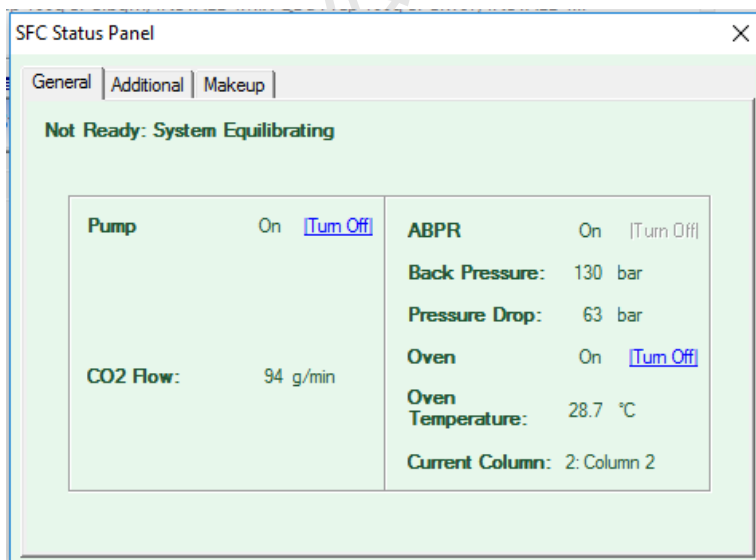

图6-50
- 在图6-50中, 可查看CO2流速, ABPR压力, 及系统是否Ready